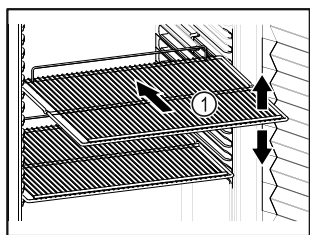

Fig. 78 Exempel
- ☐ Om gallren Fig. 78 (1) kan flyttas om ska de anpassas på höjden.